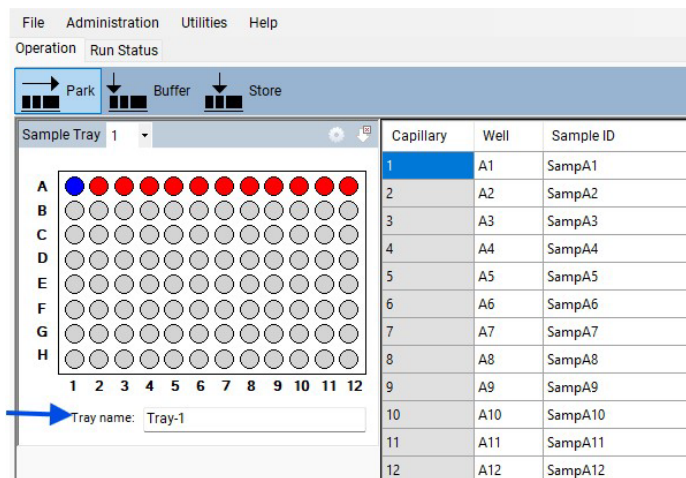

Figura 85 Evidenziare il nome del vassoio
- 2 Nel campo **Tray name** (Nome vassoio) della scheda **Operation** (Funzionamento), evidenziare il nome del vassoio con il cursore del mouse (**Figura 85**).